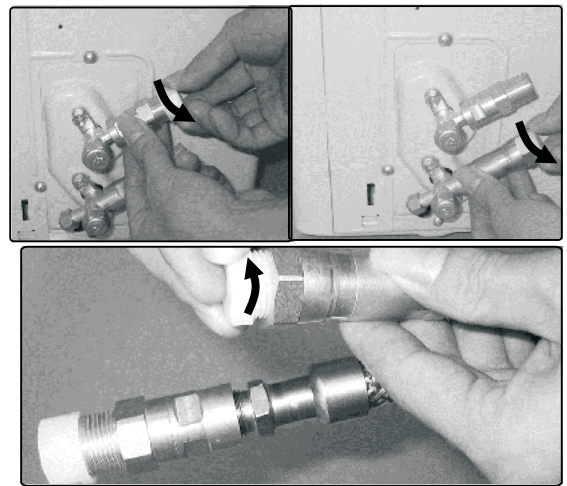

Fig.21
2. No quite los sellos plásticos de la unidad exterior y sus correspondientes tuberías refrigerantes hasta inmediatamente antes de su conexión. Fig. 21.